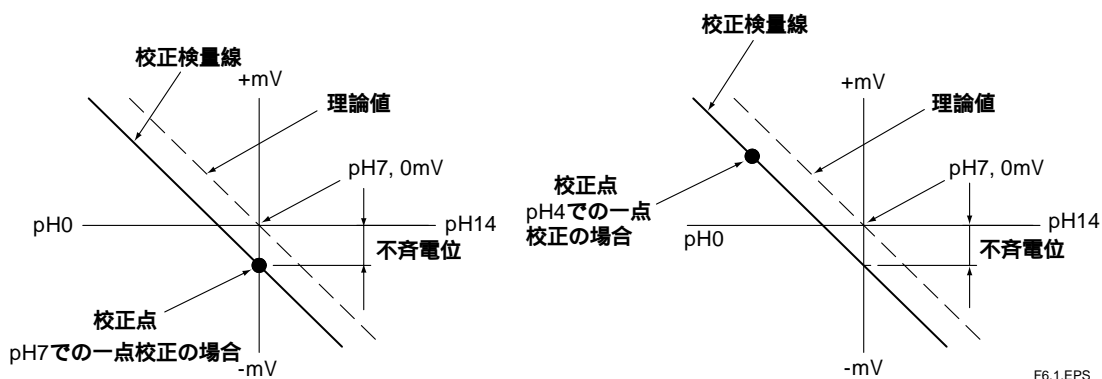

図6.1
- 1) EXA PH100 pH 変換器が1 種類の標準液を用いて自動校正を行う場合（自動1点校正）pH4, pH7, pH9 いずれか一種類の標準液を使用して，校正検量線が校正点を通るように不斉電位の調整を行います。（図6.1 参照）